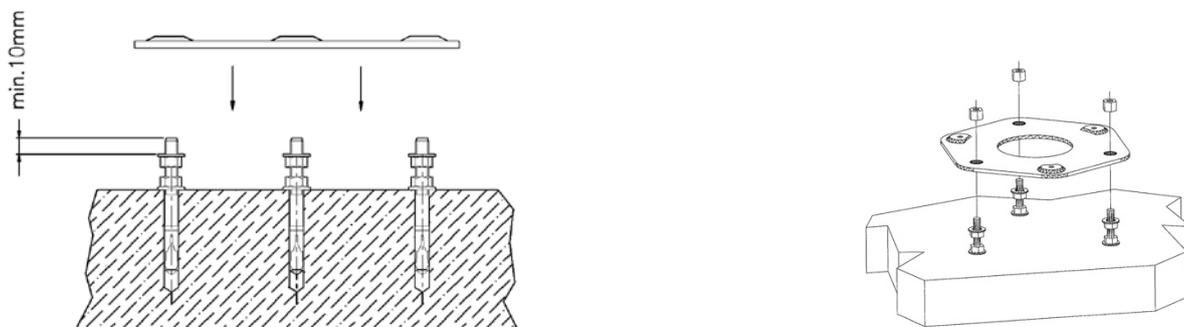

Fig. 5
4. Vissez maintenant les écrous puis les rondelles sur les douilles. Celles-ci servent de plate-forme pour le socle. (Fig. 5).